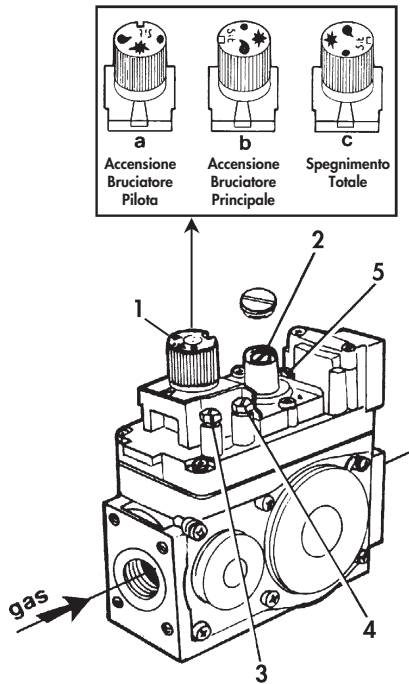

Fig. 8b
**5.03 Accensione con valvola SIT 820 NOVA per modelli 51-68 (fig. 8b)**
Sfiatare l'aria presente nelle tubazioni del gas aprendo la presa di pressione in entrata della valvola, contraddistinta col numero 3 (fig. 8b).
La regolazione della pressione-portata ai bruciatori principali si effettua tramite la vite 2 (fig. 8b) che ruotata in senso orario fa aumentare la pressione e ruotata in senso antiorario la fa diminuire.
La regolazione della fiamma al bruciatore pilota si effettua a vista, senza l'ausilio di strumenti, controllando che la fiamma avvolga correttamente la termocoppia senza bruciare gas in eccesso. Per regolare tale fiamma, agire sulla vite 5 (fig. 8b).